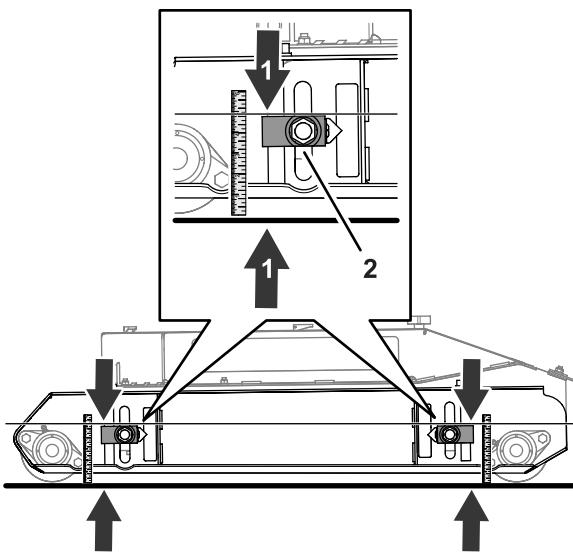

Figure 79
1. Desserrez l'écrou qui fixe le bloc de réglage de hauteur de coupe (Figure 79).
2. Montez ou descendez le dispositif de réglage de hauteur de coupe jusqu'à ce que le haut du bloc de réglage soit à 124 mm (4 7/8 po) du sol (Figure 79).